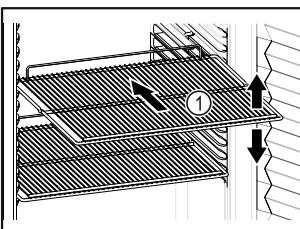

Fig. 75 Ενδεικτική απεικόνιση
- Εάν οι σχάρες Fig. 75 (1) είναι ρυθμιζόμενες, προσαρμόστε τα ανάλογα με το ύψος.